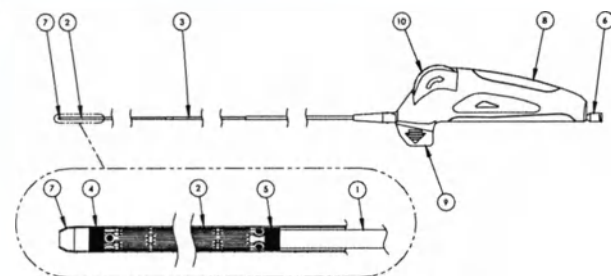

Рисунок 1: Система доставки EverFlex Enlurst™
Система доставки Enlurst изображена на рис. 1. Она имеет трехосную стержневую конструкцию, состоящую из внутреннего стержня (1), извлекаемой внешней оболочки (2) и изолирующей оболочки (3), служащей для облегчения пользования во время установки. Эргономичная ручка для установки (8) оснащена съемным предохранительным фиксатором (9), установочным колесиком (10) и адаптером Ллоара (6).